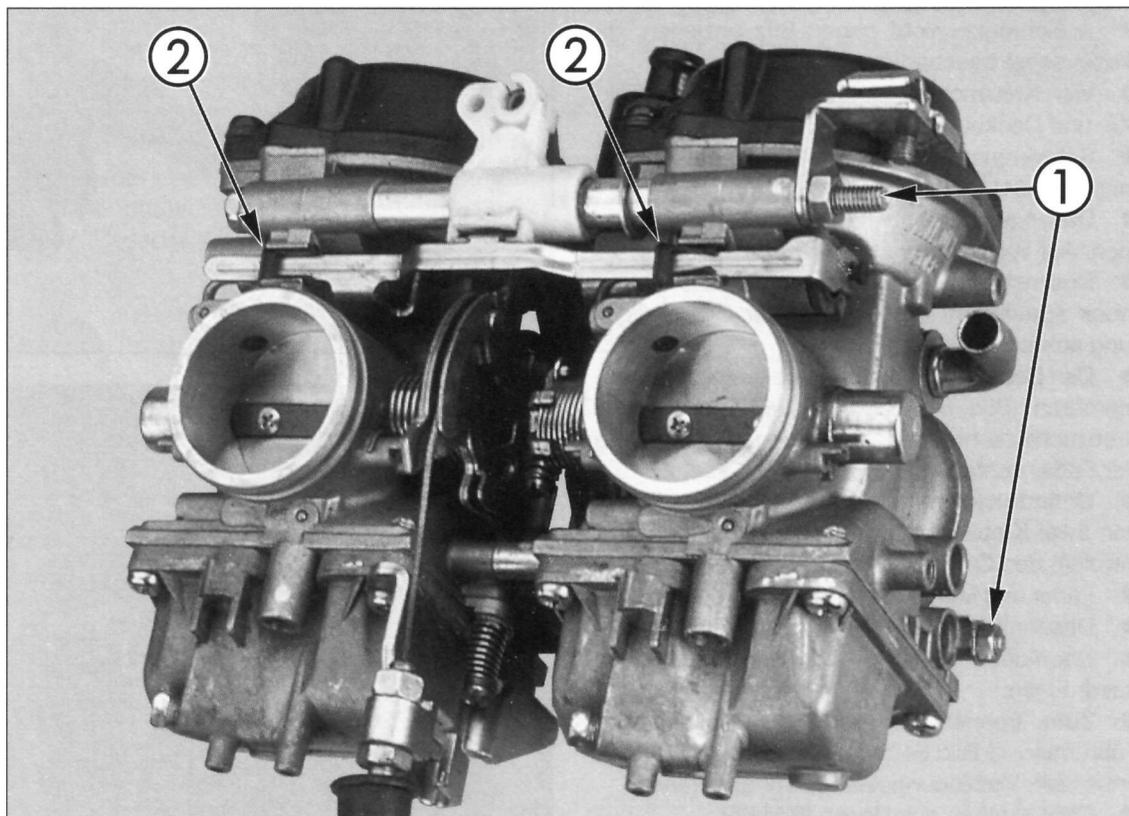

Bild 64
- Zum Trennen der Vergaser Chokestange-Führungen ② Bild 64 herausdrücken und Stange entfernen. Verbindungsstangen ① ausdrehen.